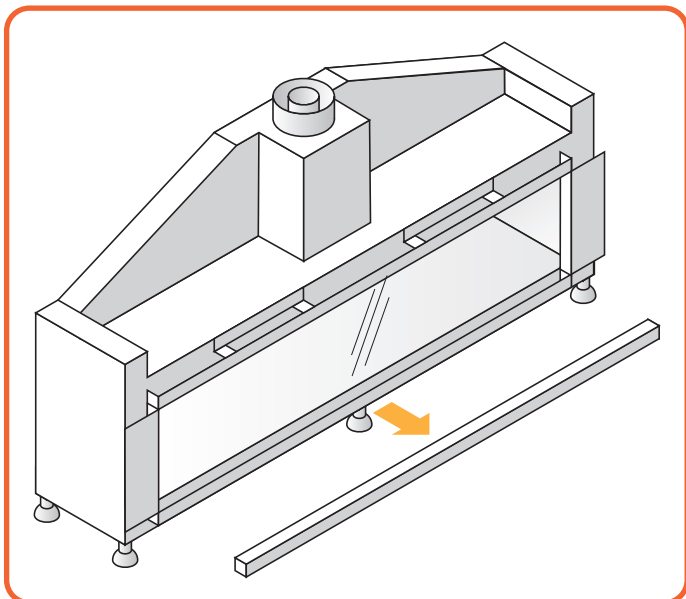

Abbildung 10.3 - Abnehmen der unteren Verkleidung
- Anschließend nehmen Sie die untere Verkleidung ab (Abbildung 10.3).